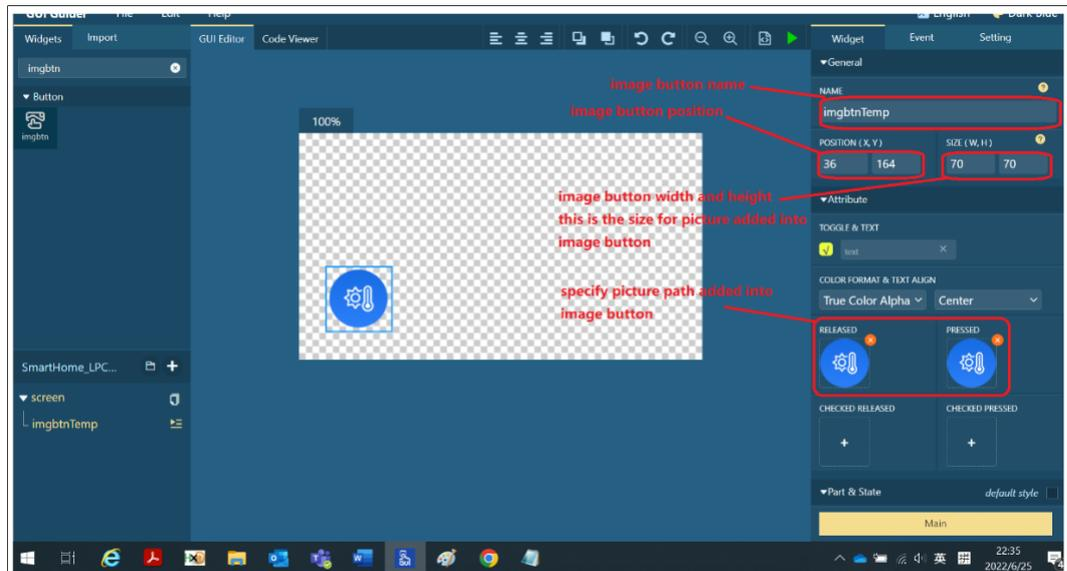

图 14. 设置图像按钮属性
2. 将图像按钮放置在工作区后，设置图像按钮的属性，如图 14 所示。